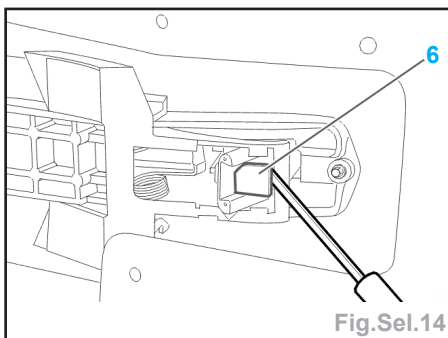

Fig.Sel.14
- Dégraffer la poignée (6) de son mécanisme par l'intérieur (Fig.Sel.14).